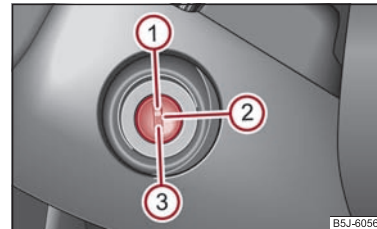

Abb. 93 Zündschlossstellungen
- Den Motor schalten Sie durch Drehen des Zündschlüssels in Stellung aus ⇒ Seite 91, Abb. 93.